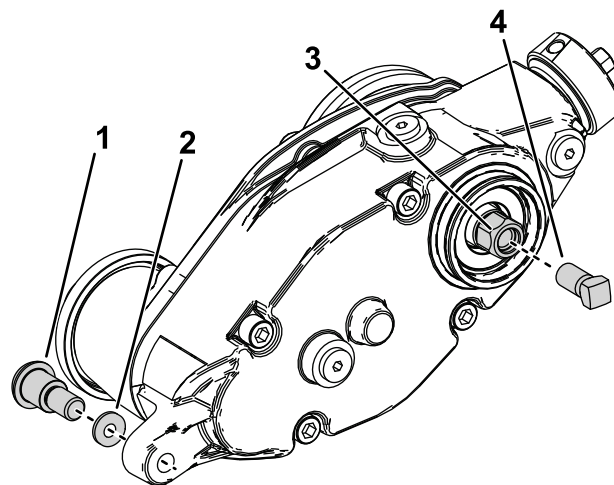

Bild 29
3. Entfernen Sie die Ansatzschraube und die gehärtete Scheibe, die den Groomerantrieb mit den Einstellarm verbindet (Bild 29).
5. Montieren Sie die Bewehrungsschraube (Teilenummer 1-803022 – separat erhältlich) an den Innengewinden des Sechskantkopfes des Groomerantriebs und ziehen Sie diese auf ein Drehmoment von 13,5 N·m an, wie in Bild 29 dargestellt.
6. Entfernen Sie das Groomergetriebe von der Schneidspindel, indem Sie den Sechskantkopf des Groomerantriebs drehen (Bild 29).